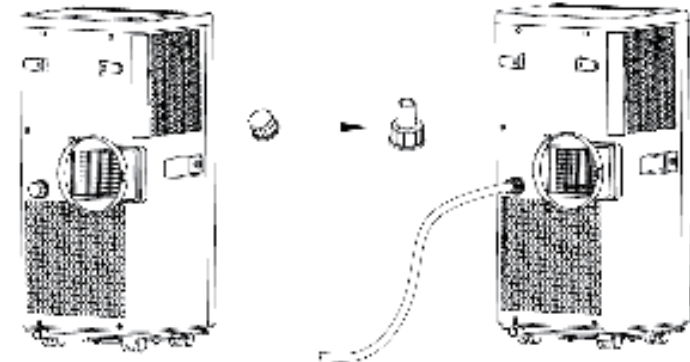

Fig 9
3. Installeer ten slotte de afvoerpijp op de afvoerspindel. (Zie afbeelding 9)